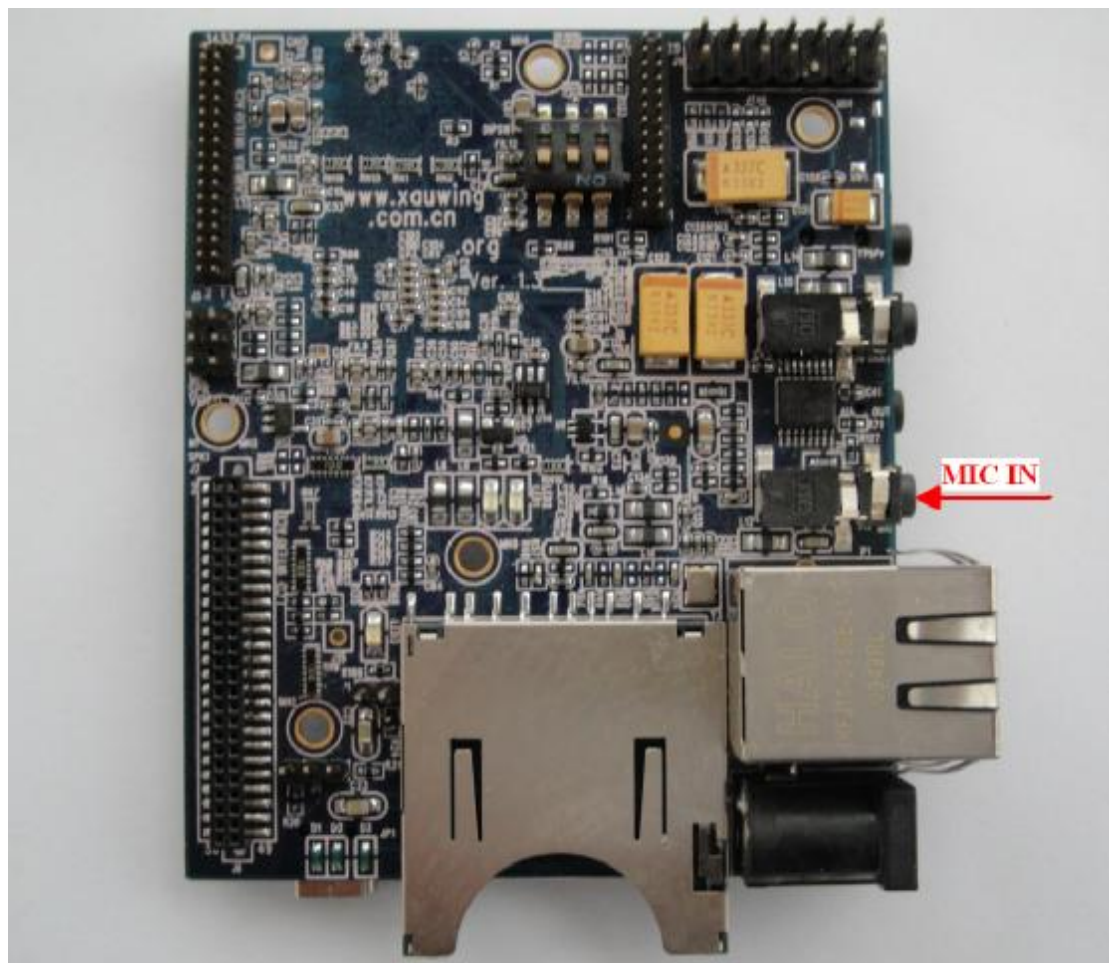

图 4-9 音频输入接口
9、音频输入接口(MIC IN、STEREO OUT) , 如图 4-9 所示